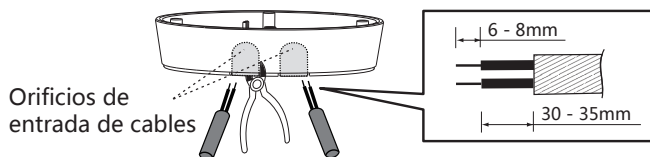

FIG.16
- Para pasar los cable de alimentación a través de los orificios utilice unos alicates para romper los orificios punzonados del lateral del accesorio y pase los cables a través de ellos. Pele 6 - 8mm de cable para realizar la conexión (Ver FIG.16).